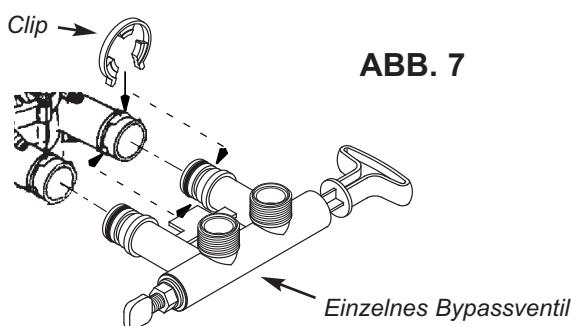

ABB. 7
11. Drücken Sie das einzelne Bypassventil so weit wie möglich in das Wasserenthärterventil. Klipsen Sie die beiden großen Halteklemmen an, von oben nach unten wie in Abbildung 7 & 8 dargestellt. Stellen Sie sicher, dass die Clips fest einschnappen, damit das einzelne Bypassventil nicht herausgezogen wird.